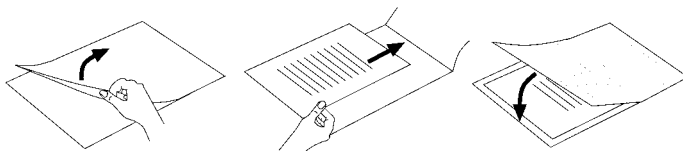

Fig. 2
- ▶ Asigurați-vă că folosiți o folie pentru laminare. Ridicați-o puțin înainte, după cum este prezentat ca exemplu în fig. 2.